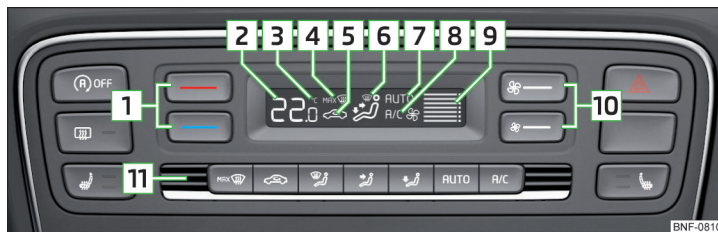

Bild 88 Reglage för Climatronic
Enskilda funktioner kan ställas in eller aktiveras genom att man trycker på respektive knapp » bild 88. När funktionen är påslagen visas respektive symbol på displayen.
Täck inte för sensorn för innetemperaturen **[11]** » bild 88 eftersom Climatronic då kan påverkas negativt.
- För **påslagning**, tryck på knappen **AUTO**. På displayen visas **AUTO** (pos. **[7]** » bild 88 på sidan 70).